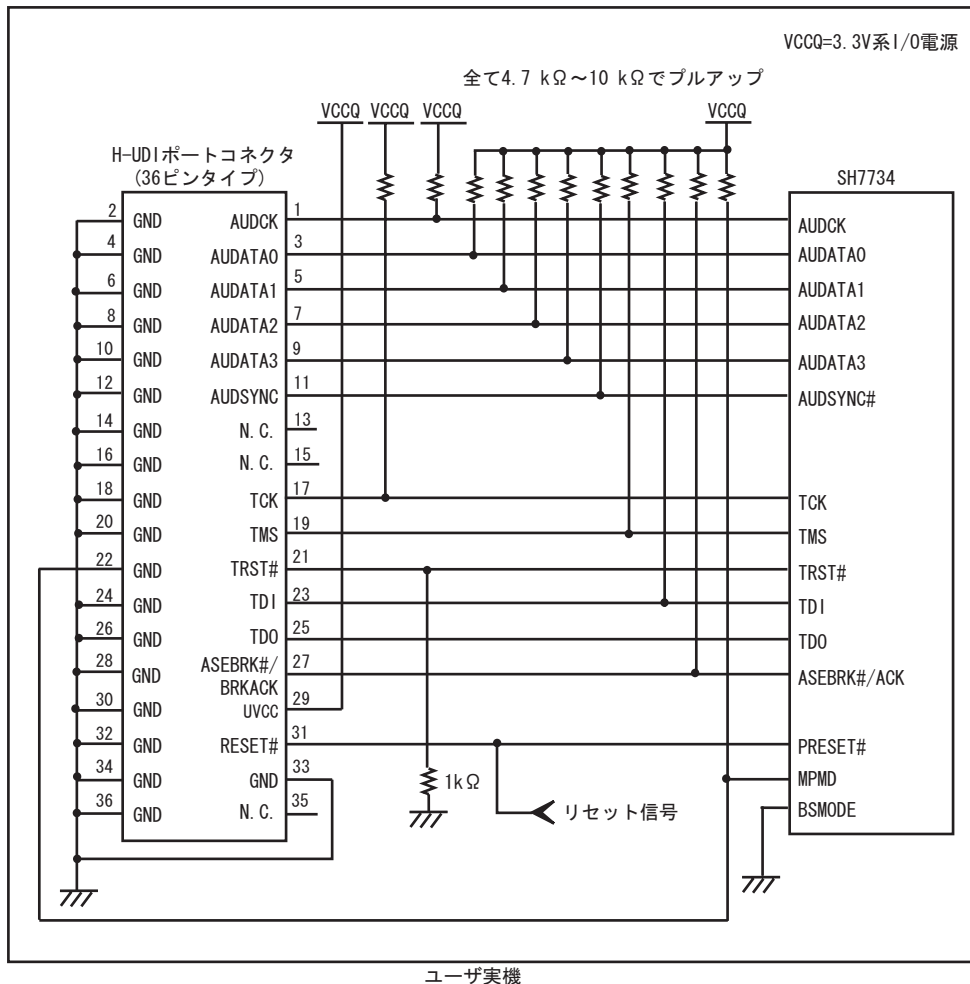

図 1.5 E10A-USB 使用時の H-UDI ポートコネクタ - チップ間の推奨接続例(36 ピンタイプ)
E10A-USB エミュレータ使用時の H-UDI+AUD ポートコネクタ(36 ピンタイプ)とチップ間の推奨接続例を図 1.5 に示します。
- 図 1.5 は、E10A-USB 接続時"0"(GND 接続)になるように、E10A-USB のユーザインタフェースケーブルを接続した時、GND となる回路例です。
7. 図 1.5 に記載されている抵抗値は、参考値です。
- 図1.5の回路を組んだ場合のE10A-USBエミュレータのスイッチ設定：SW2=1, SW3=1